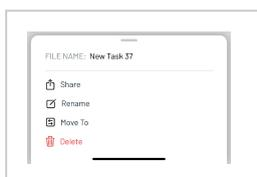

Abbildung 13: Messung teilen, umbenennen, verschieben oder löschen.
- Diese Tasks können mit Wischen nach links sofort gelöscht werden. Über die drei Punkte  können die Tasks geteilt , umbenannt , in einen Folder verschoben  oder auch gelöscht  werden (Abbildung 13).